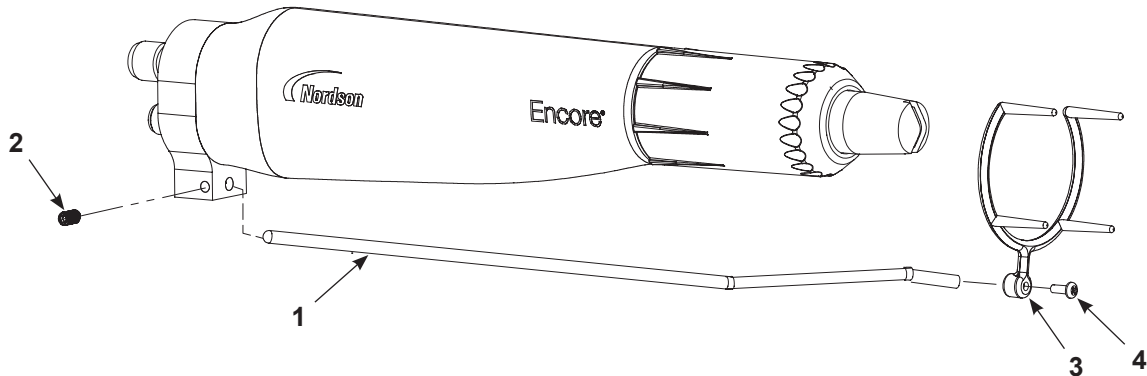

Figura 3-4 Instalación del colector de iones - Pistola de aplicación de montaje en barra (para mejor entendimiento, algunas piezas no se muestran)
1. Ver la Figura 3-4. Insertar la varilla del colector (1) en la placa de conexión a tierra y asegurarla con el tornillo de ajuste M5 x 8 (2) incluido en el kit de colector de iones.
2. Fijar la punta multipunto (3) a la varilla del colector utilizando el tornillo M3 x 8 (4).